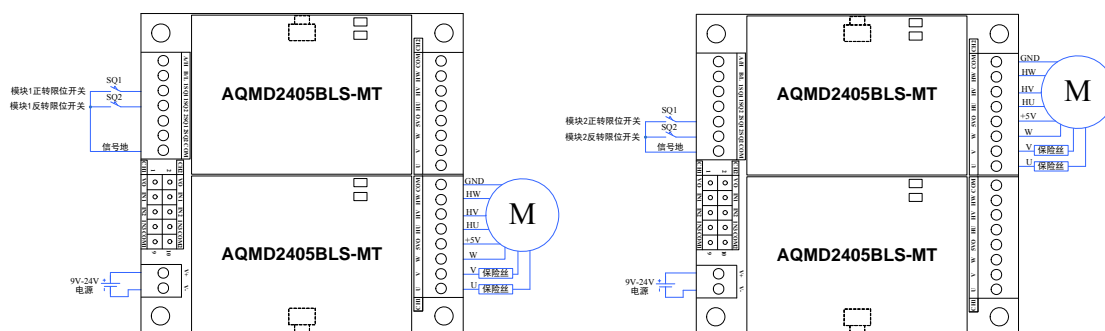

图 3.2 模块 1（图左）/模块 2（图右）电源及电机接线图
- 2) 将电源的正负极分别接到驱动器电源接口的V+和V-，如图 3.2 所示（注意：电源的电压应与电机的额定电压一致，且能够提供的电流大于电机的额定电流）。